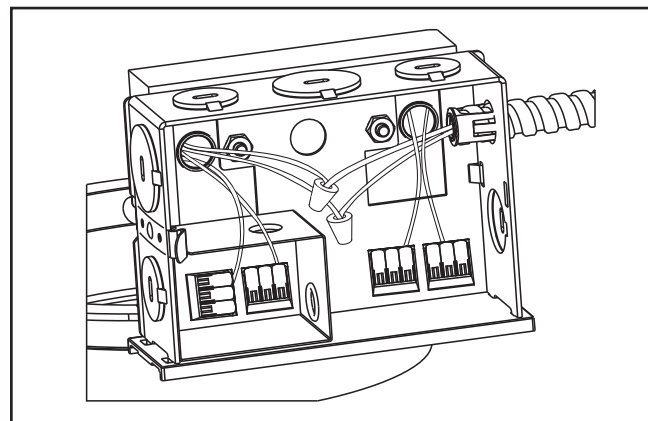

Figure 12
2. Retirez le couvercle de la boîte de jonction (Figure 12).